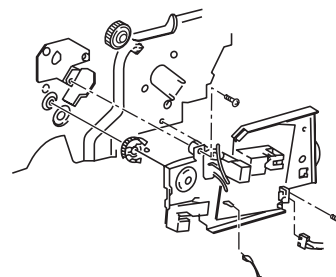

Рис. 4. Снятие узла высоковольтной платы
3. Снимите узел высоковольтной платы, открутив два винта (рис. 4).